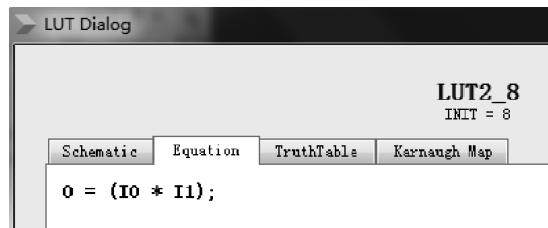

图 3.27 逻辑表达式
(12) 如图 3.27 所示, 给出了该 LUT 内部逻辑关系的布尔逻辑表达式。
(13) 在图 3.27 所示的界面内, 单击 TruthTable 标签。